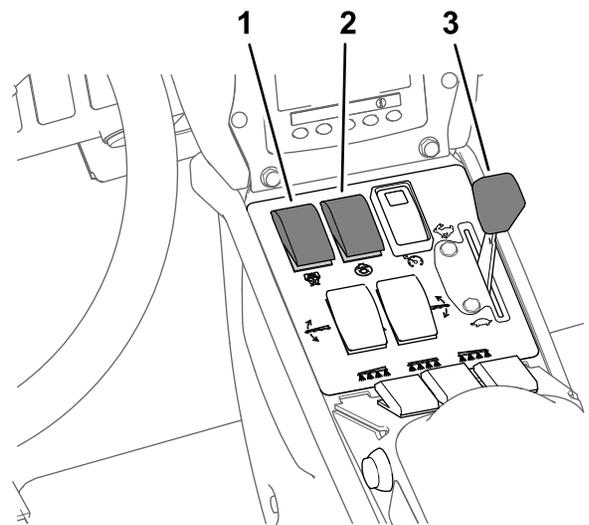

图 40
- 将搅拌开关和喷洒泵开关设定至开启位置 图 40。
- 将节流阀设定至快速位置 图 40。
注意 此程序假定喷洒泵是打开的请参阅 以喷洒率模式喷洒 \(页码 31\) 中的 图 40。
4. 调节节流阀到所需的发动机转速进行喷洒请参阅 以喷洒率模式喷洒 \(页码 31\) 中的图 40。